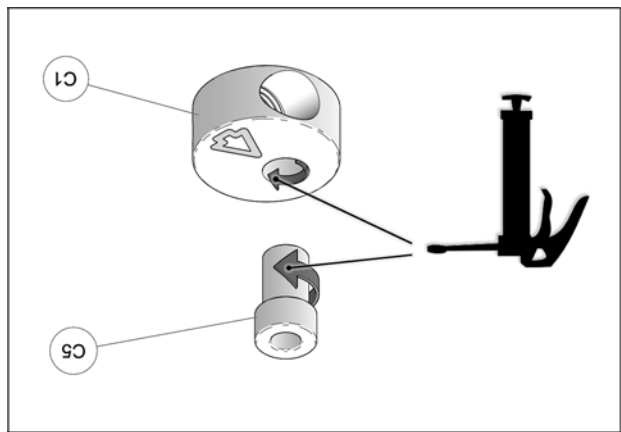

Fig. 20
11. À l'assemblage, les bagues espaces (C5) doivent être graissées. Appliquer une couche de graisse uniforme sur toute la circonférence de la bague espaceur et dans le logement de l'extrémité en aluminium (C1). Voir la Fig. 20